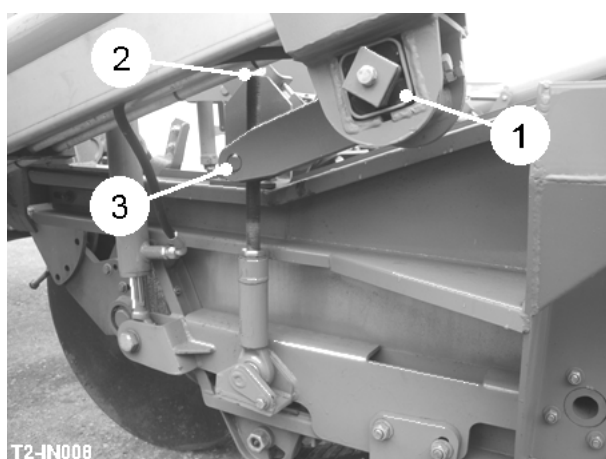

Fig 9
Si besoin est, l'assemblage de l'excavateur peut être suspendue sur les blocs de la torsion du caoutchouc (item 1, fig 9). Cela est mis normalement à agir lorsque l'excavateur opère dans conditions où la casserole du sol est près de la profondeur du creusement et la profondeur maximale a besoin d'être limité.
La suspension est mise avec l'excavateur à profondeur maximale. Diffusez les noix de la serrure (item 2, fig 9) et baissez-les au sommet du tourillon (item 3, fig 9). Continuez à baisser également les noix sur les deux côtés, un tour plein à la fois, jusqu'aux exigé 'emportez' est encore atteint avec profondeur du creusement du maximum retenue. Finalement, retighten les noix de la serrure.